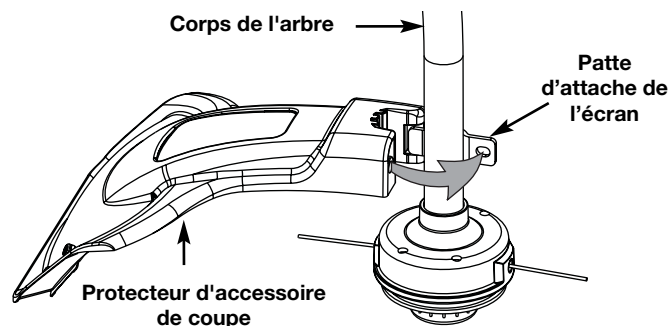

Fig. 17
- Placez l'écran de l'accessoire de coupe sur le logement de l'arbre. Veillez à ce que la patte d'attache de l'écran glisse dans l'encoche au bord de l'écran de coupe. Tournez l'écran dans le sens contraire des aiguilles d'une montre (Fig. 17) pour le mettre en place. Les trous dans la patte d'attache de l'écran et l'accessoire de coupe s'aligneront.